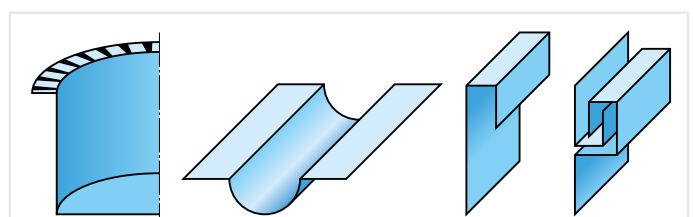

Bild 3: Umformen von Blechen
- 2.3 Bei der Blechbearbeitung kommen verschiedene Biegeformen zum Einsatz (**Bild 3**). Benennen Sie diese in der abgebildeten Reihenfolge.